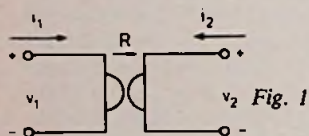
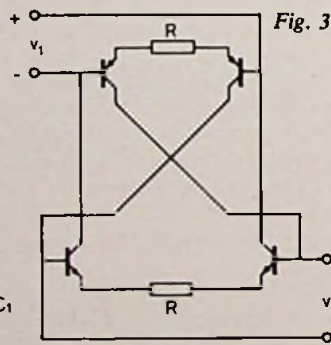

Fig. 1. Symbool voor een gyrator. Bijbehorende formules:  $v_1 = -Ri_2$ ;  $v_2 = Ri_1$ .
Fig. 3. Schakeling van een integreerbare elektronische gyrator.
Het bijzondere van de gyrator is dat, anders dan bij de transformator, de uitgangsspanning uitsluitend afhangt van de ingangsstroom, en de uitgangsstroom alleen maar van de ingangsspanning (fig. 1). Een opmerkelijk gevolg hiervan is het volgende (fig. 2): sluit men op één klemmenpaar van een gyrator een condensator aan, dan constateert men aan het andere klemmenpaar eenzelfde verband tussen spanning en stroom als bij een spoel; kort gezegd: gyrator plus capaciteit simuleert zelfinductie. Een gyrator zelf is passief, de normaliter in de spoel optredende energieopslag en -afgifte vindt nu in de condensator plaats.
J. O. Voorman en A. Biesheuvel van eerdergenoemd laboratorium wisten met behulp van een geïntegreerde schakeling voor een breed frequentiegebied (inclusief het laagfrequentiegebied) precisiespoelen te simuleren. Zij gingen uit van een prinsipeschema dat vier transistoren en twee weerstanden, de zogenaamde gyratiweerstand, bevat (fig. 3). Deze vierpool voldoet aan de formules voor de gyrator, gegeven in fig. 1. De transistoren zijn ideaal verondersteld, wat onder meer inhoudt dat zij twee aan twee onderling gelijk zijn (ook wat temperatuurafhankelijkheid en drift betreft), een zeer hoge versterking leveren, lineair werken en geen ruis aan de schakeling toevoegen. Voorts wil men de gesimuleerde spoel op elke gewenste plaats in andere schakelingen kunnen opnemen. Daarom moet ervoor worden gezorgd dat de gyrator elektrisch zwevend, dus vrij van aarde, is. Genoemde onderzoekers realiseerden, met behulp van verschillende, integreerbare transistorschakelingen die elk een of meer van de vereiste eigenschappen aan het geheel verlenen, één geïntegreerd circuit dat aan alle genoemde eisen voldoet. Naast de beide gyratiweerstand vereist deze schakeling nog slechts één extra weerstand, voor een juiste instelling van de diverse stromen.